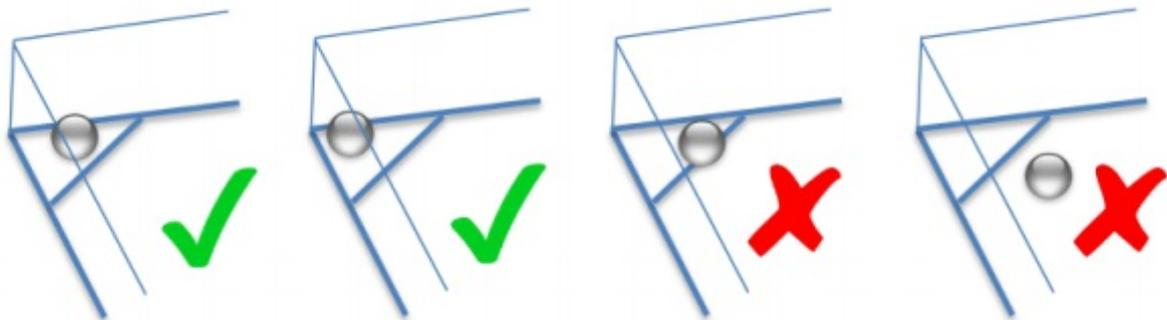

Figura 12. Formas corretas e incorretas de posicionar a vítima na área de resgate
13.2 O robô deverá lidar com o desnível entre a arena e a área de resgate. A figura 12 mostra as formas corretas de posicionar vítima na área de resgate para sucesso do salvamento.